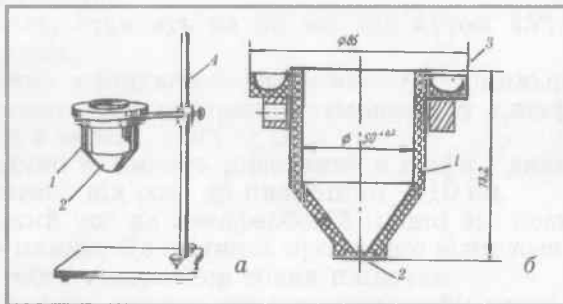

Рис. 80
Прилади, пристосування: віскозиметр ВЗ-4 зі штативом (рис. 80а), термометр, ємність не менше 110 мл, секундомір, сітка № 028.
1. Ретельно промивають резервуар (1) віскозиметра (рис. 80б) розчинником, просушують повітрям. Особливо ретельно оглядають і промивають сопло (2) віскозиметра.